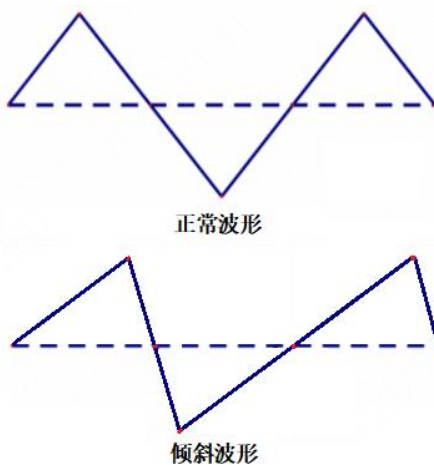

图 3-22 倾斜角示意图
(14) 倾斜角：摆动的方向与前进方向的垂直方向的角度。即摆动方向上发生倾斜，如下图 3-22 所示。注意，范围：-90-90。当角度设置成 90 或者-90，机器人会变成前后摆动。